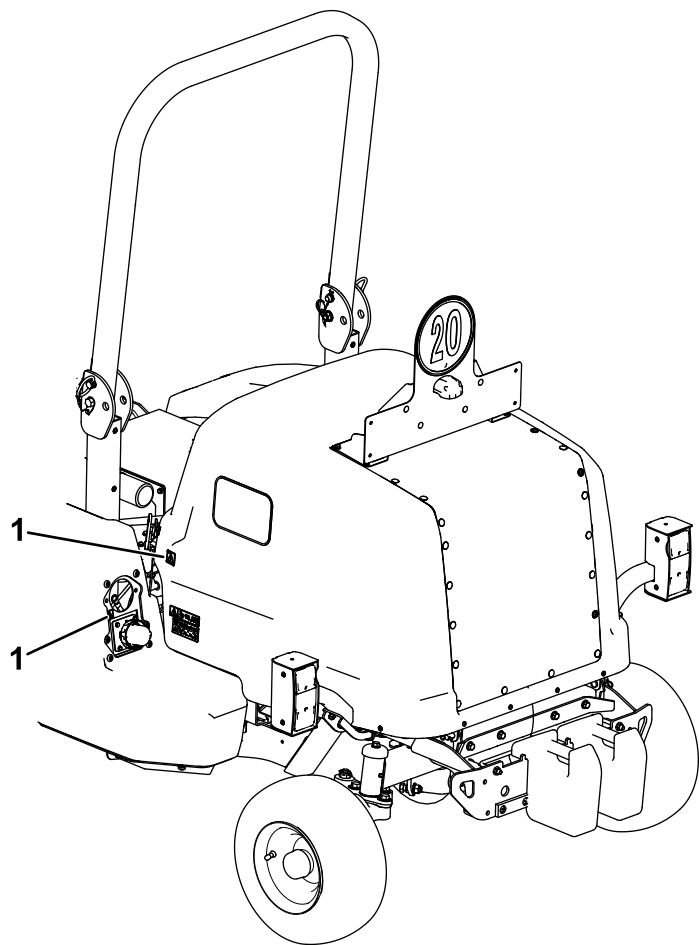

**Figura 40**
- Motori dell'apparato di taglio (Figura 40)
- Protezione dei comandi dell'unità di taglio (Figura 40)